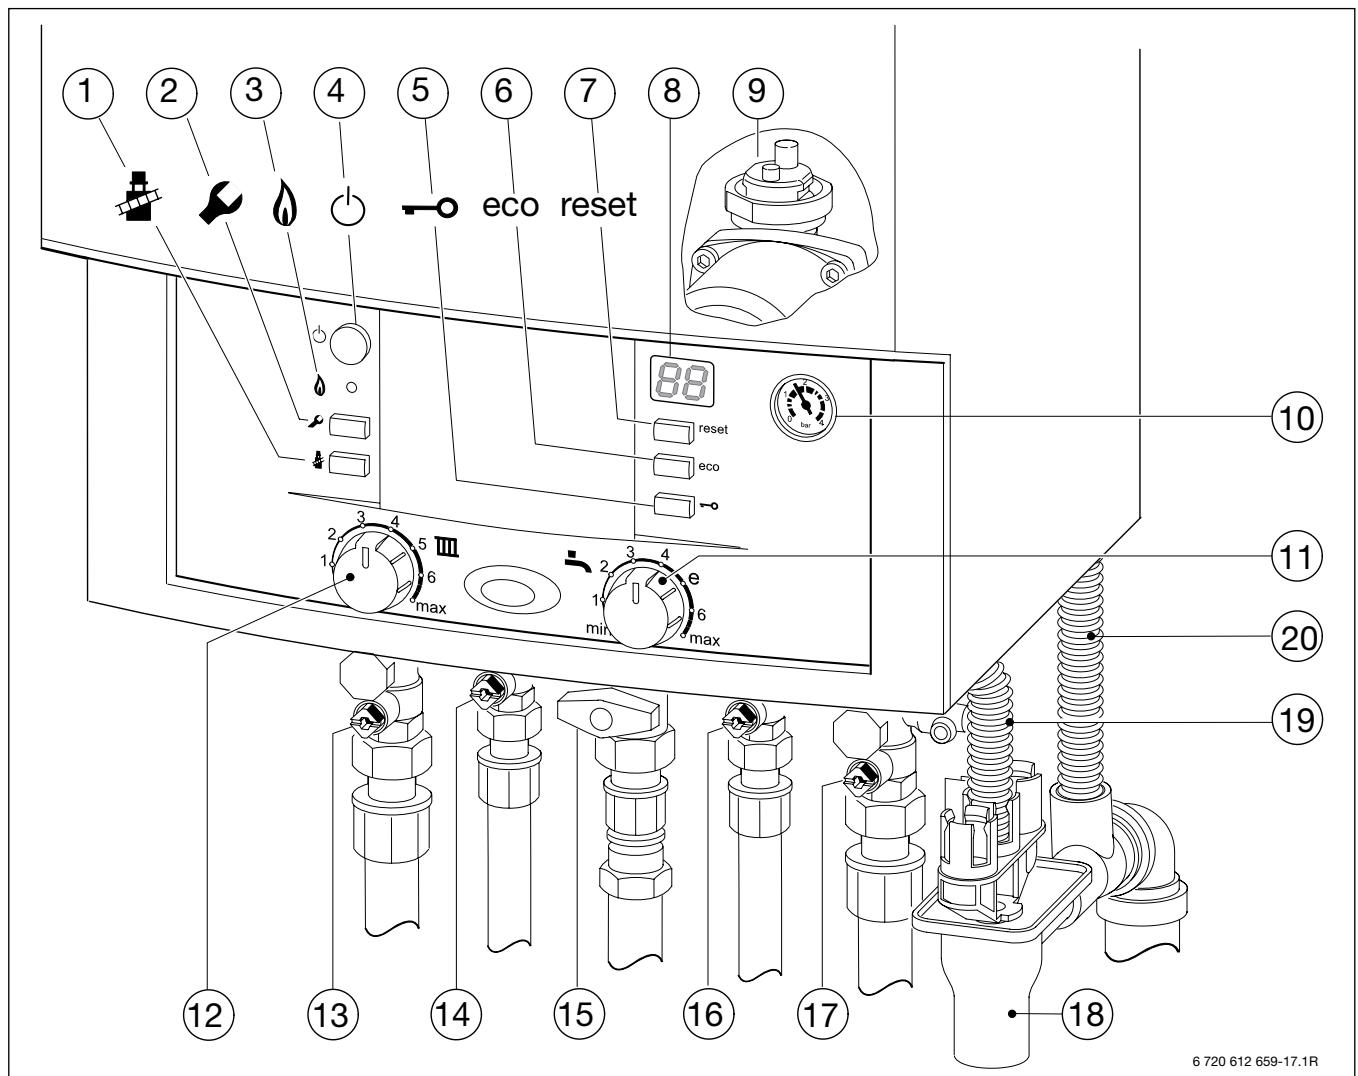

Рис. 26
- ▶ Открыть краны подачи и возврата отопления (рис. 26, 13 и 17) и заполнить систему отопления до давления 1–2 бар и закрыть кран заполнения.
- ▶ У установок ZWB открыть краны горячей и холодной воды (рис. 26, 16 и 14) и держать один кран горячей воды открытым до появления из него воды.
- ▶ Открыть газовый кран (15).